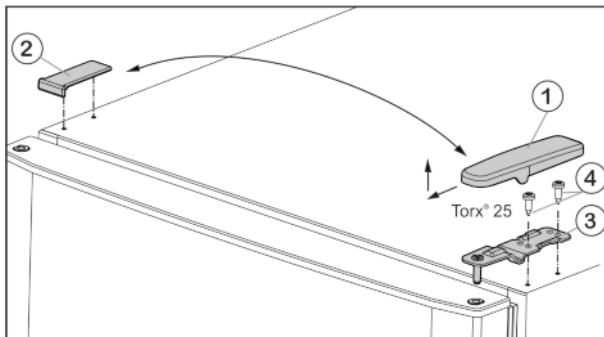

Fig. 6
- ▶ Előre és felfele húzza le a fedelet Fig. 6 (1).
- ▶ Emelje le a fedelet Fig. 6 (2).
- ▶ Csavarozza le a felső csapágybakot Fig. 6 (3) (2 db Torx® 25) Fig. 6 (4), és felfele húzza le.
- ▶ A felső csapágybakot Fig. 6 (3) helyezze a csuklópánt új oldalán az ajtóba.
- ▶ A felső csapágybakot **erősen (4 Nm-es nyomatékkal)** csavarozza fel – (2 db Torx® 25) Fig. 6 (4). Esetleg használjon akkus csavarhúzó.
- ▶ A fedelet Fig. 6 (1) kívülről helyezze fel az ellenkező oldalra és pattintsa be.
- ▶ A fedelet Fig. 6 (2) mindig felülről helyezze fel az ellenkező oldalra és pattintsa be.